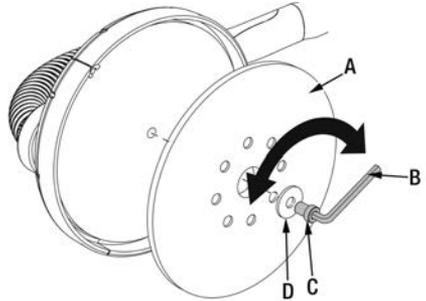

FIGURE 13
1. Le patin de ponçage (A) Fig.13 peut devenir usé ou endommagé. Si tel est le cas, il devra être remplacé.
2. Tenez le patin de ponçage avec une main et desserrez le boulon à tête cylindrique (C) Fig.13 de l'autre main en utilisant la clé hexagonale de 5mm (B) fournie.
3. Retirez le boulon à tête cylindrique (C), la rondelle (D) et le patin de ponçage (A).